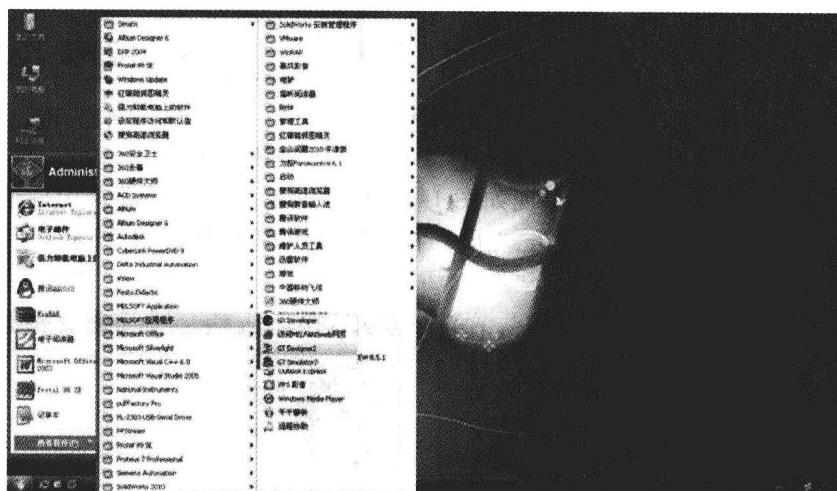

图 1-14 GT2 的启动
9) 安装完成后可单击系统开始菜单，在“所有程序”中选择三菱应用程序下的 GT2 触摸屏编辑软件，单击后就可运行，如图 1-14 所示。